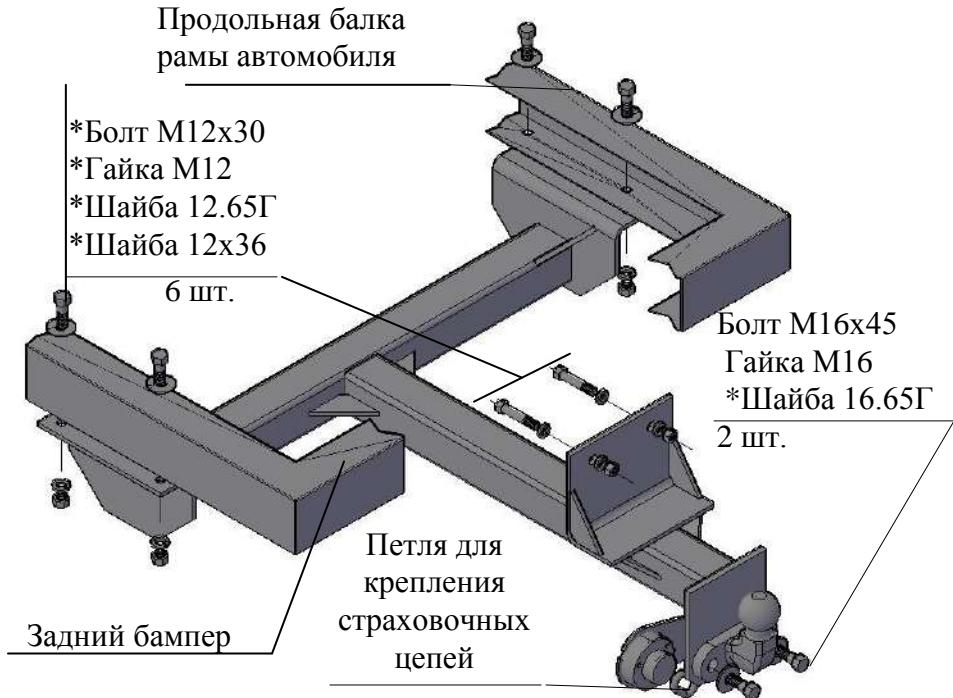

Рис.1 Тягово-сцепное устройство ТСУ 2705.К2.
2.2 Пакет комплектующих (см.рис.1) Защитный колпак	1 шт.
- 4.3 Прижать верхние полки боковых кронштейнов ТСУ к продольным балкам рамы автомобиля (см. рис.1)
- 4.4 Наметить и просверлить четыре отверстия диаметром 12,5...13 мм в нижних полках продольных балок рамы, используя ТСУ как кондуктор. Закрепить ТСУ на автомобиле в соответствии с Рис. 1.